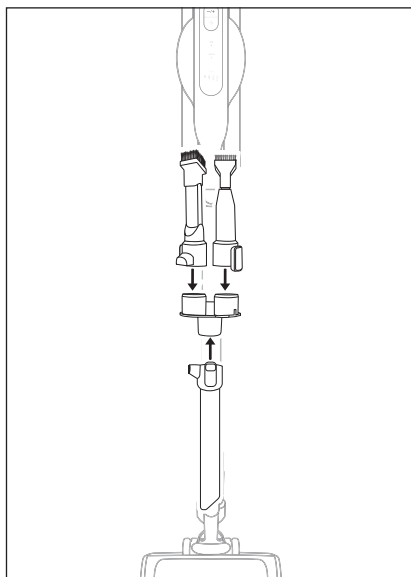

Fig. 20
- Fjern tilbehøret fra produktet, og sæt det på tilbehørsholderen **17** til opbevaring (se fig. 20).